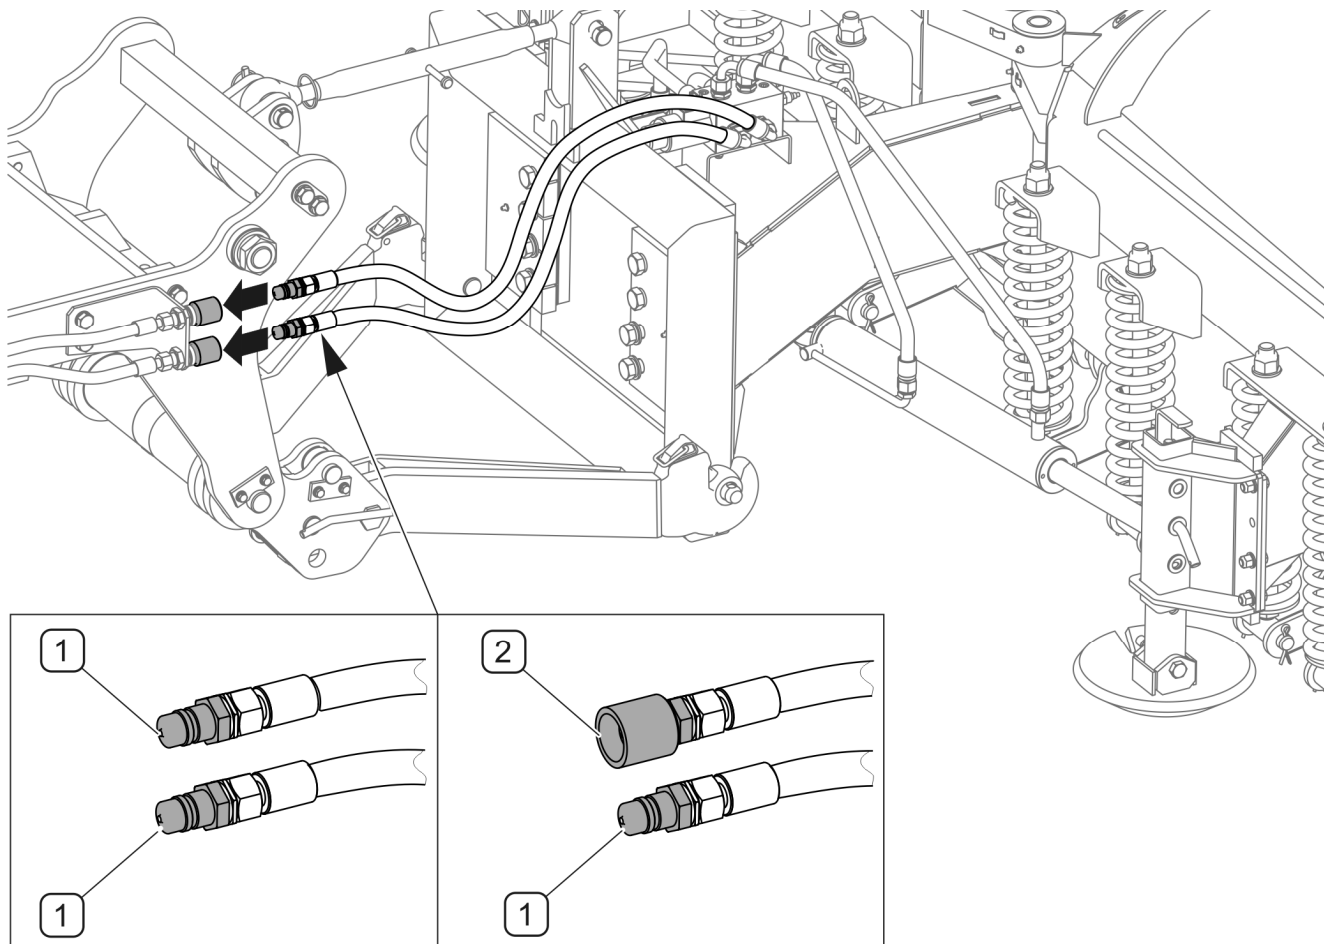

FIG 4.2 Tilslutning af hydraulikanlægget
Hydrauliske lynkoblinger på ploven (FIG 4.2) tilsluttes to koblinger på en sektion på det bærende køretøjs eksterne hydraulikanlæg. Afhængigt af maskinens udstyrsversion kan maskinen være forsynet med to hydrauliske stik (1) eller et stik (1) og et hydraulisk udtag (2).